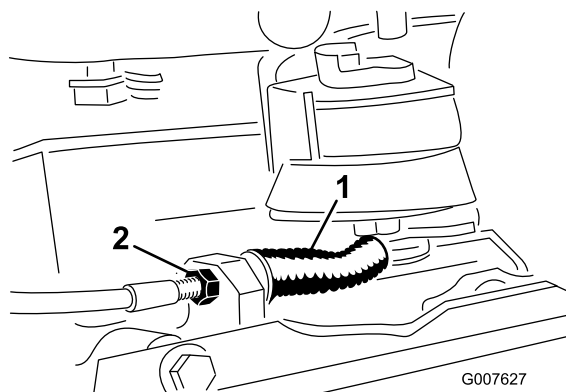

Рисунок 40
- Для уменьшения натяжения тросика ослабьте переднюю контргайку тросика и затяните заднюю контргайку (Рисунок 40). Повторите действия, описанные в пунктах 1 и 2, и при необходимости отрегулируйте натяжение.
- Для увеличения натяжения троса затягивайте переднюю контргайку троса и отпускайте заднюю контргайку (Рисунок 40). Повторите действия, описанные в пунктах 1 и 2, и при необходимости отрегулируйте натяжение.